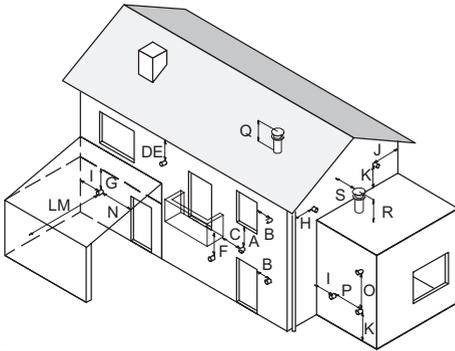

Рис. 5.13
- устанавливать с соблюдением минимальных расстояний Рис. 5.13 и действующего национального и местного законодательства.